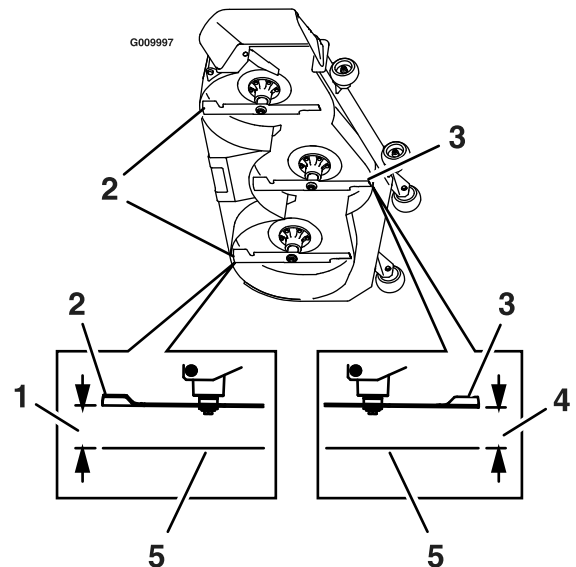

Figura 75
8. Mida desde la superficie nivelada hasta la punta delantera de la cuchilla central (Figura 75).